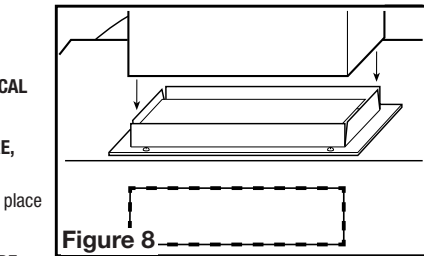

Figure 8
1. Connect the ducting to the hood's duct collar and damper. Secure in place using tape to seal all joints (Figure 8).
1. Raccorder les conduits au collet et au clapet de la hotte. Fixer en place en utilisant du ruban pour canalisations pour sceller tous les joints (Figure 8).